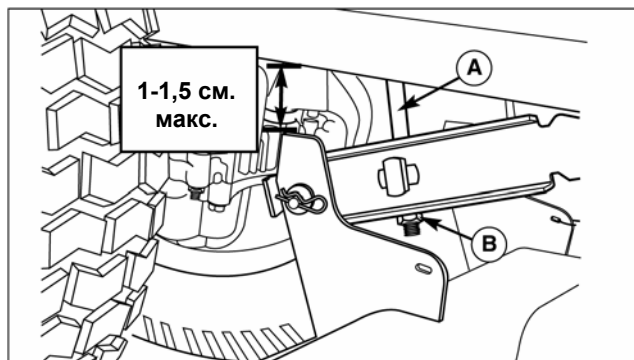

Рис. 28. Боковое выравнивание режущей деки
1. Открутите контргайку (В, рис. 28), снимите колесо (С), шайбы (D) и болт (Е). Измените положение колеса, установив его на желаемую высоту.
2. Вставьте болт (Е) через шайбы (D), колесо (С) и скобу крепления колеса (А). Зафиксируйте при помощи контргайки (В). Повторите шаги 1 и 2 для всех колес деки.
5. Поворачивайте контргайку (В, рис. 28), чтобы опустить или приподнять соответствующую сторону режущей деки.
ПРИМЕЧАНИЕ: Максимальное положение, в которое можно отрегулировать дека – 1-1,3 см между рамой и кронштейном деки. См. рис. 28.